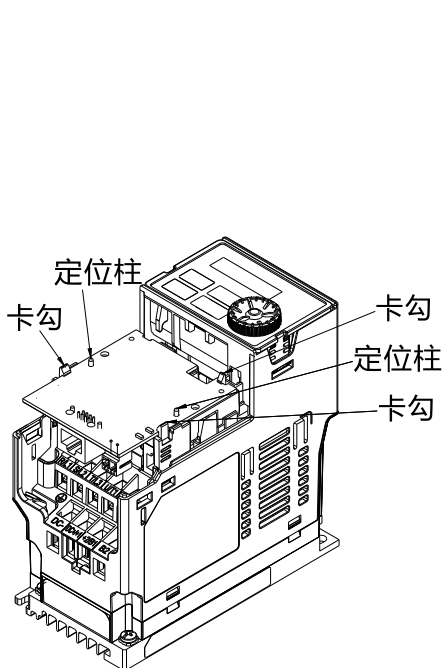

图8-19
5. 组装配件卡：先将配件卡的端子台及接头朝下，接着再将配件卡上的两个圆孔对准定位柱后下压，让三个卡勾卡住配件卡，如图 8-19 所示。